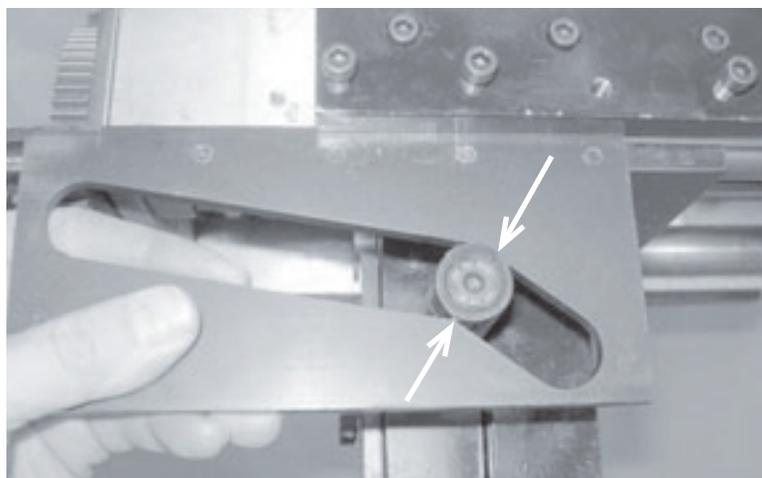

Рис. 3-44. Ведомый опорный ролик должен располагаться рядом с точкой пересечения углов шаблона.
2. Разместите шаблоны с пазами поверх стоек опорного ролика, см. рис. Рис. 3-44. Ведомый опорный ролик должен располагаться рядом с концом паза шаблона, удаленным от центра трубы.
2. Разместите шаблоны с пазами поверх стоек опорного ролика, см. рис. Рис. 3-44. Ведомый опорный ролик должен располагаться рядом с точкой пересечения углов шаблона.